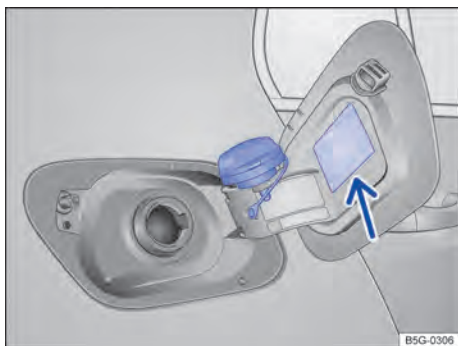

Fig. 172 Portinhola do tanque aberta com a tampa do tanque pendurada.
- Desrosquear a tampa do tanque no sentido anti-horário e pendurá-la em cima da portinhola do tanque ⇒ Fig. 172.
O tipo de combustível correto para o veículo está indicado numa etiqueta adesiva na parte interna da portinhola do tanque ⇒ Fig. 172 (seta).